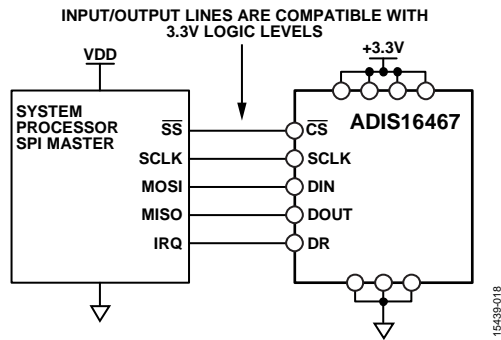

図 18. 電気接続図
SPI は、ユーザ・レジスタへのアクセスを可能にします (表 8 参照)。図 18 に、ADIS16467 と SPI マスター・デバイス間の最も一般的な接続を示します。マスター・デバイスは、多くの場合、SPI 互換のインターフェースを持つ組み込みプロセッサです。この例では、SPI マスターは割り込みサービス・ルーチンを使用して、データ・レディ (DR) 信号パルスを受信するたびにデータを取得します。